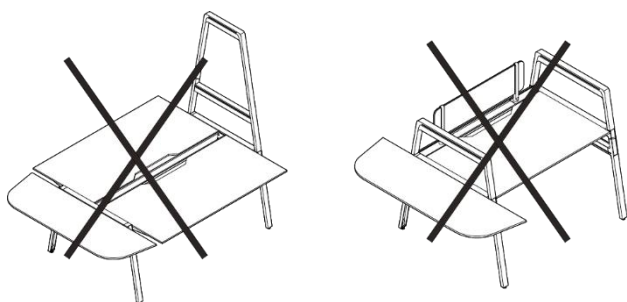

Figura 13 Piastra da montaggio esterno semicircolare, montaggio non consentito
- Postazione di lavoro doppia, posizione seduta (vedi Figura 13, a sinistra).
- Postazione di lavoro singola (vedi Figura 13, a destra).